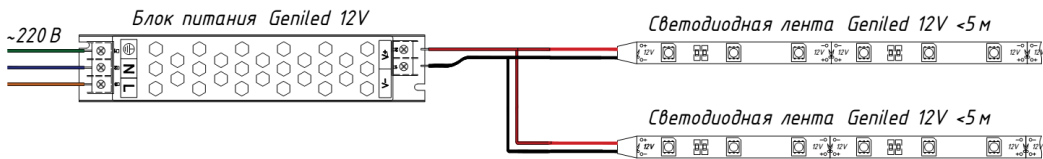
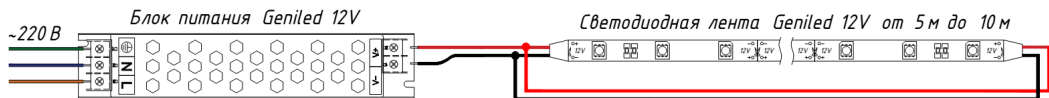

Рисунок 5.
Рисунок 6 – Варианты подключения на примере ленты 12В.
- 5.6. Если необходимо подключить более 5 метров ленты, то необходимо выполнить параллельное подключение дополнительной ленты к блоку питания (см. рисунок 5). Либо подключите ленту с двух сторон к блоку питания («кольцевание») (см. Рисунок 6). Внимание! Запрещается подключать одну ленту к разным блокам питания одновременно: это может привести к выходу блока питания из строя.